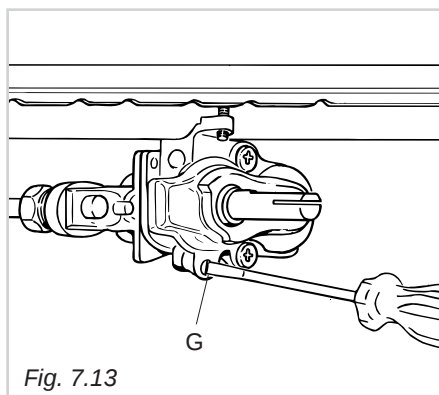

Fig. 7.13
- Sfilare la manopola del termostato e passando attraverso il foro del frontale con un cacciavite a taglio, svitare di circa un giro la vite by-pass **G** (fig. 7.13)
- Avvitare lentamente la vite by-pass **G** (fig. 7.13) fino all'ottenimento di una fiamma lunga 3-4 mm.